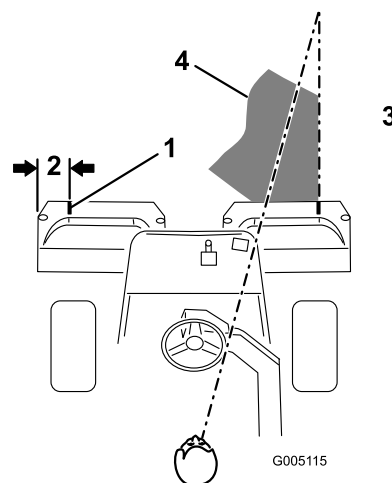
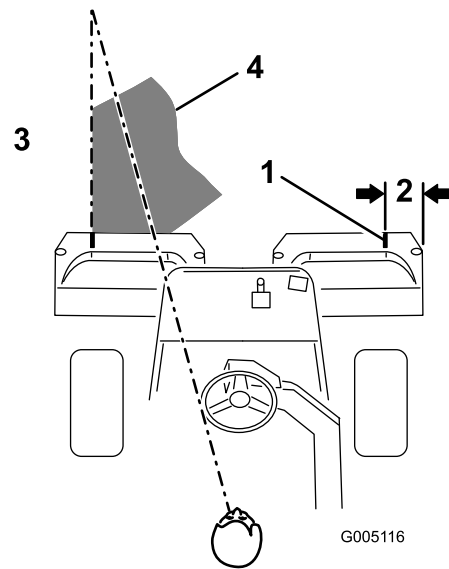

Figura 38
Figura 39
2. Coloque uma fita branca ou pinte um tira em cada um dos cestos, paralelamente à extremidade exterior de cada cesto (Figura 38).
3. Sobreponha uma quantidade mínima com o corte anterior nas passagens adicionais. Para cortar em linha recta ao longo do relvado e de modo a conseguir manter uma distância equitativa entre a extremidade da zona de corte anterior, estabeleça uma linha imaginária de aproximadamente 1,8 a 3 metros à frente da máquina até a extremidade da zona por cortar (Figura 38 e Figura 39). Alguns utilizadores acham útil incluir a borda exterior da roda motriz na linha imaginária; por exemplo, mantenha a extremidade da roda motriz alinhada com um ponto que se mantém sempre à mesma distância da dianteira da máquina (Figura 38 e Figura 39).